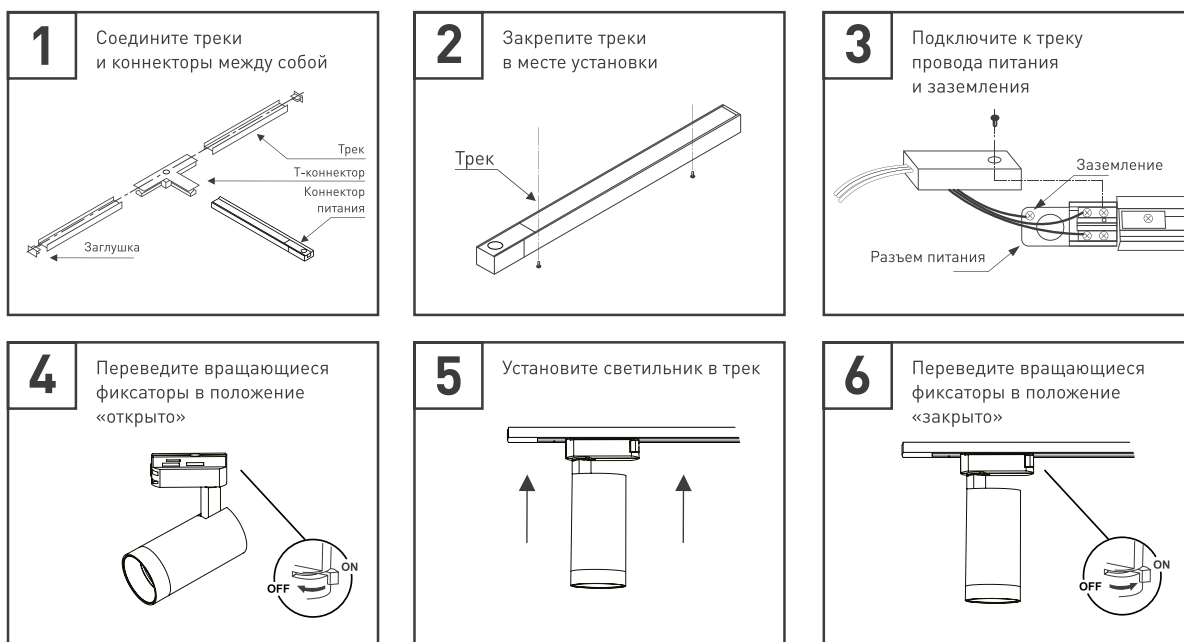

Рис. 2. Установка и подключение светильника
- На коннекторе питания открутите винт и снимите крышку. Подсоедините провода, подводящие питание, к винтовым клеммам согласно схеме на рис. 2. Используйте 3-жильный кабель. Обязательно подключите защитное заземление к клемме GND.